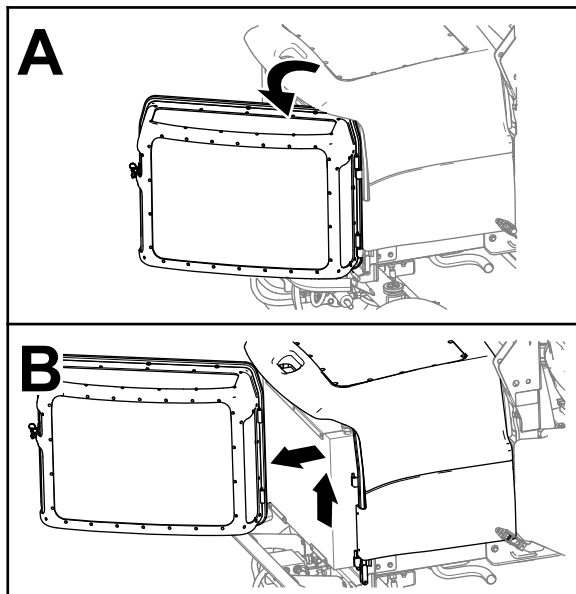

Figura 66
- Sbloccate la griglia del motore, apritela e sollevatela dalla macchina (Figura 66).